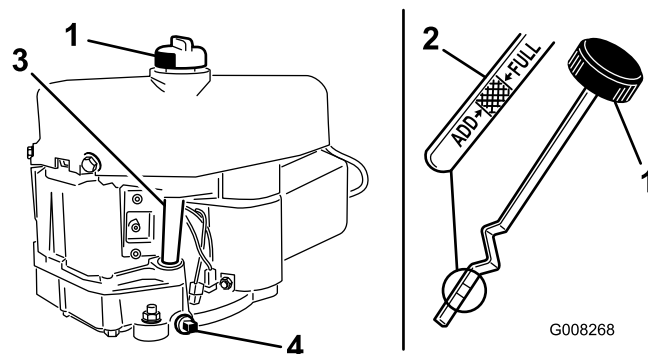

Bild 23
8. Schrauben Sie den Ölpeilstab los und wischen Sie das Metallende ab (Bild 23).
9. Schrauben Sie den Ölpeilstab vollständig in den Einfüllstutzen (Bild 23).
9. Nehmen Sie die Ölablassschraube ab, damit das Öl ablaufen kann (Bild 23).
7. Reinigen Sie den Bereich um den Ölpeilstab (Bild 23), damit kein Schmutz in den Einfüllstutzen gelangen und den Motor beschädigen kann.
11. Reinigen Sie den Bereich um den Ölpeilstab und drehen den Verschlussdeckel ab (Bild 23).
12. Gießen Sie ca. 80 % der angegebenen Ölmenge langsam in den Einfüllstutzen (Bild 23).